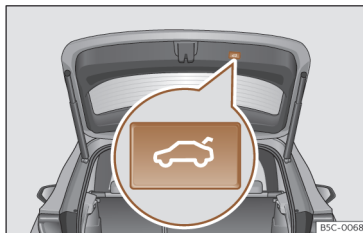

Fig. 78 Porta da bagageira: botão para fechar a porta da bagageira.
- Pressione brevemente o botão disposto na porta da bagageira >>> **Fig. 78**, >>> em *Introdução ao tema na página 111*.
Durante todo o processo de abertura ou de fecho da porta da bagageira, soam os sinais sonoros. *Exceção:* quando se abrir a porta manualmente através do punho ou através da função Easy Open com o movimento do pé ou se fechar através do botão disposto na mesma >>> **Fig. 78**.
- Pressione o botão >>> **Fig. 78** disposto na porta durante, pelo menos, 3 segundos.
- Pressione o botão  >>> **Fig. 78** disposto na porta durante, pelo menos, 3 segundos.